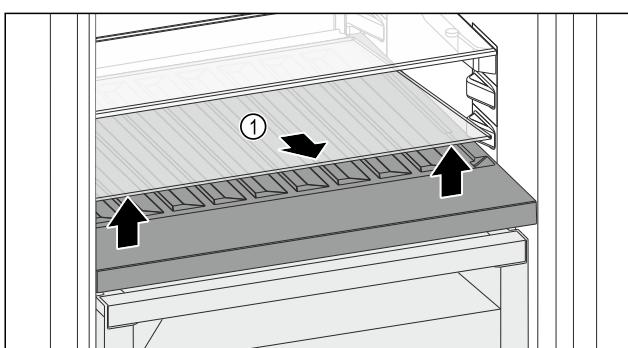

Fig. 96
- Повдигнете стъклена плоча Fig. 96 (1) при прореза отпред и извадете.
- Съхранявайте стъклена плоча Fig. 96 (1) на сигурно място извън уреда.